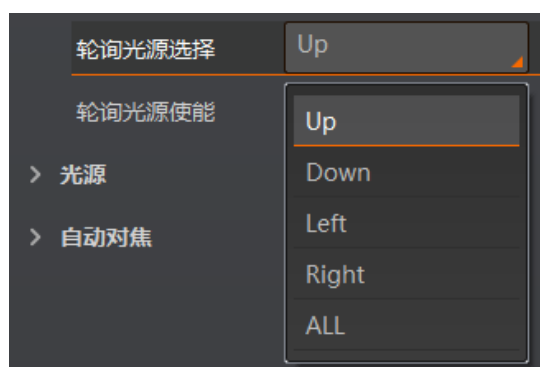

图3-16 光源轮询选择器
4. 通过轮询光源选择参数选择光源通路，可选 Up、Down、Left、Right、ALL，如图 3-16 所示。再开启轮询光源使能参数光源即可常亮。